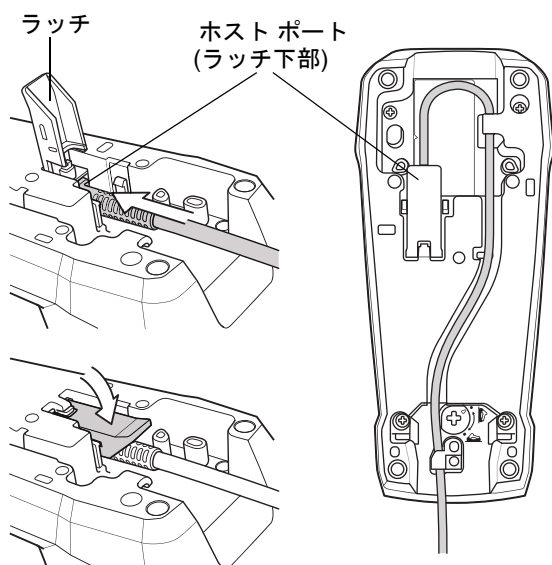

図 1-14 クレードルにケーブルを接続する
3. ラッチを持ち上げます。インタフェース ケーブルをクレードルのホスト ポートに接続し、ラッチを閉じます。図 1-14 を参照してください。